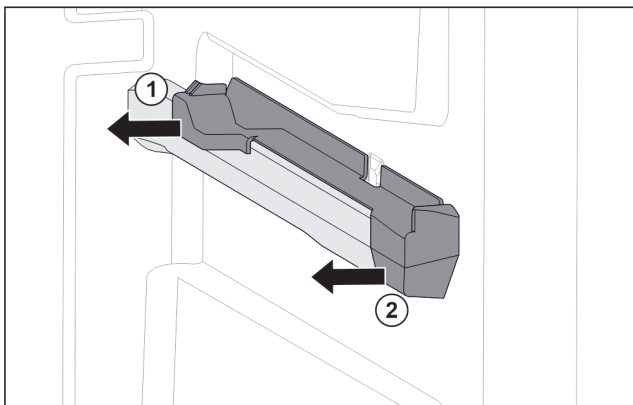

Fig. 61 Insteekelement op rechter containerrib
- ▶ Insteekelement achter naar de zijkant toe eraf trekken. Fig. 61 (1)
- ▶ Insteekelement voor naar de zijkant toe eraf trekken. Fig. 61 (2)